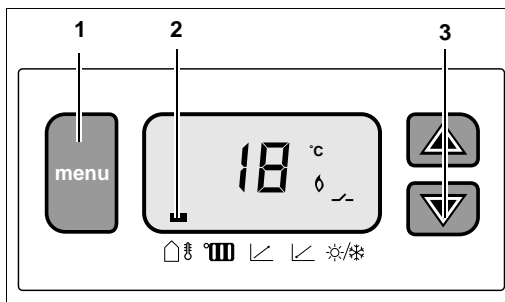

fig. 2 Visning på display
Ved hjælp af "menu"-tasten (fig. 2, pos. 1) kan man gennemse de forskellige menuer "🏠 🔌 ⏏ ⏏ ❄️❄️"; en blok (fig. 2, pos. 2) i displayet angiver det symbol, der hører til det pågældende menuemne.
Når det er muligt at indstille et menuemne, blinker denne værdi. Værdien kan herefter ændres ved hjælp af piletasterne "▲ ▼" (fig. 2, pos. 3). I tilfælde af et strømsvigt, gemmes indstillingerne.